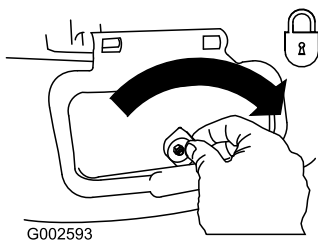

Figure 32
**Important:** Verrouillez le volet d'éjection latérale après l'avoir fermé (Figure 32).